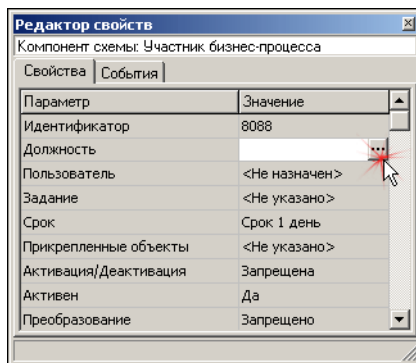

Рис. 4.40.
2. На панели **Редактор свойств** щелкните мышью в ячейке со значением параметра **Должность** и нажмите кнопку выбора значения параметра (рис. 4.40). Откроется окно **Выбор участника бизнес-процесса** (см. рис. 4.10 на с. 36).